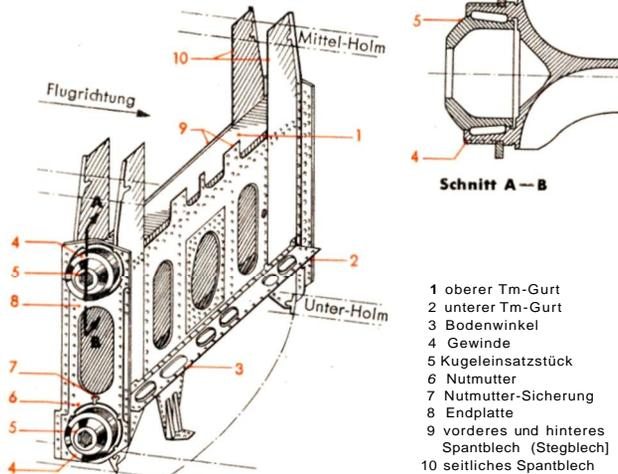

Abb. 17 Rumpfrägergurt am Spant 9
Die Rumpfrägergurte (Abb. 17) haben einen kastenförmigen Querschnitt. Jeder Träger besteht aus einem oberen (1) und unteren Tm-Gurt (2), die auf beiden Seiten mit dem vorderen und hinteren Spantblech (9) vernietet sind.